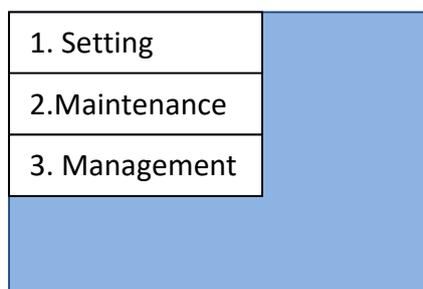
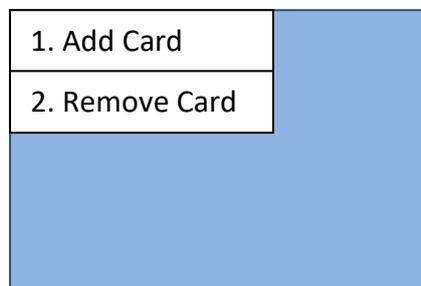

Figura 23 - Schermata principale di configurazione
Figura 31 - Schermata di controllo RFID card
- 4) Se la password è inserita correttamente, si apre la pagina in Figura 23, attraverso la quale è possibile avere accesso a tutte le configurazioni del dispositivo. Le voci del menù sono selezionabili attraverso i tasti Avanti e Indietro.
- 1) Dalla schermata in Figura 23, selezionare il punto '1 . Settings' e premere il tasto Conferma/invio. Attendere la comparsa della pagina in
- 1) Nella schermata in Figura 23, selezionare la voce '2. Maintenance' e premere su Conferma/Invio. Attendere la comparsa della schermata in Figura 28.
- 1) Nella schermata in Figura 23, selezionare la voce '3. Management' e premere su Conferma/Avvio. Attendere la comparsa della pagina in Figura 31.
- 3) Per rimuovere una card di abilitazione carica, selezionare '2. Remove card' dalla schermata in Figura 31 e attendere la comparsa della schermata in Figura 34.